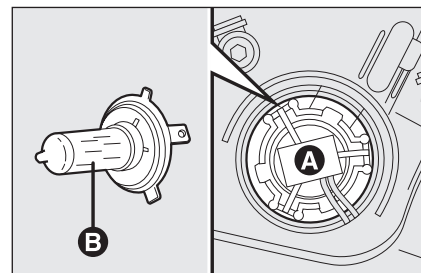

fig. 17
- ☐ presione el conector eléctrico central **A-fig. 17** y quite la unidad;